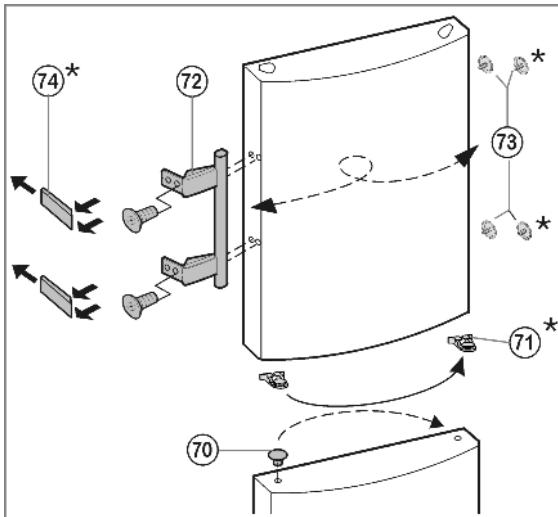

Fig. 17
- На нижней дверце: Извлеките пробку Fig. 17 (70) из опорной втулки дверцы и переставьте.
- На обеих дверцах: Снимите и переставьте на противоположную сторону дверную ручку Fig. 17 (72), пробку Fig. 17 (73) и прижимные пластины\* Fig. 17 (74).